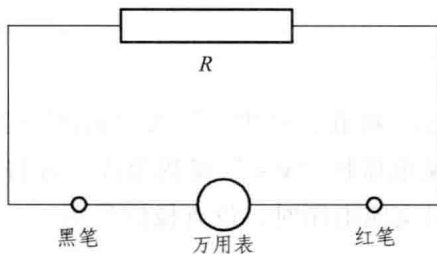

图 2.3 电阻测量电路
- (1) 将黑表笔插入“COM”插孔，红表笔插入“V/ Ω ”插孔。
- (2) 将功能开关置于“ Ω ”量程，将测试表笔连接到待测电阻上，如图 2.3 所示。